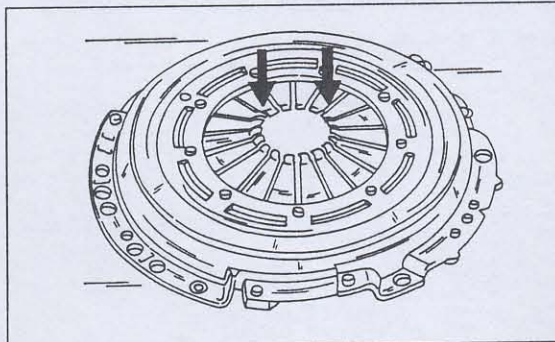

Bild 215
- Die inneren Enden der Tellerfeder auf Abnutzung an den in Bild 215 gezeigten Stellen kontrollieren. Falls tiefe Einlaufstellen festgestellt werden können (von mehr als 0,5 mm Tiefe), muss man die komplette Kupplung erneuern.